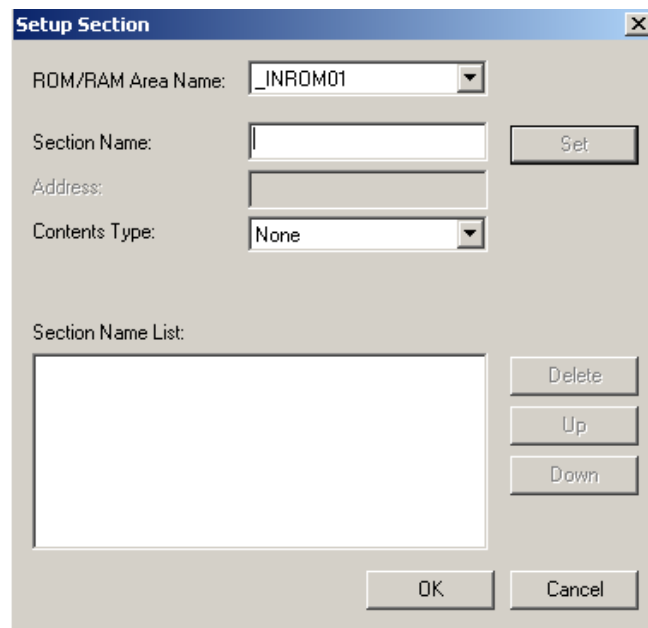
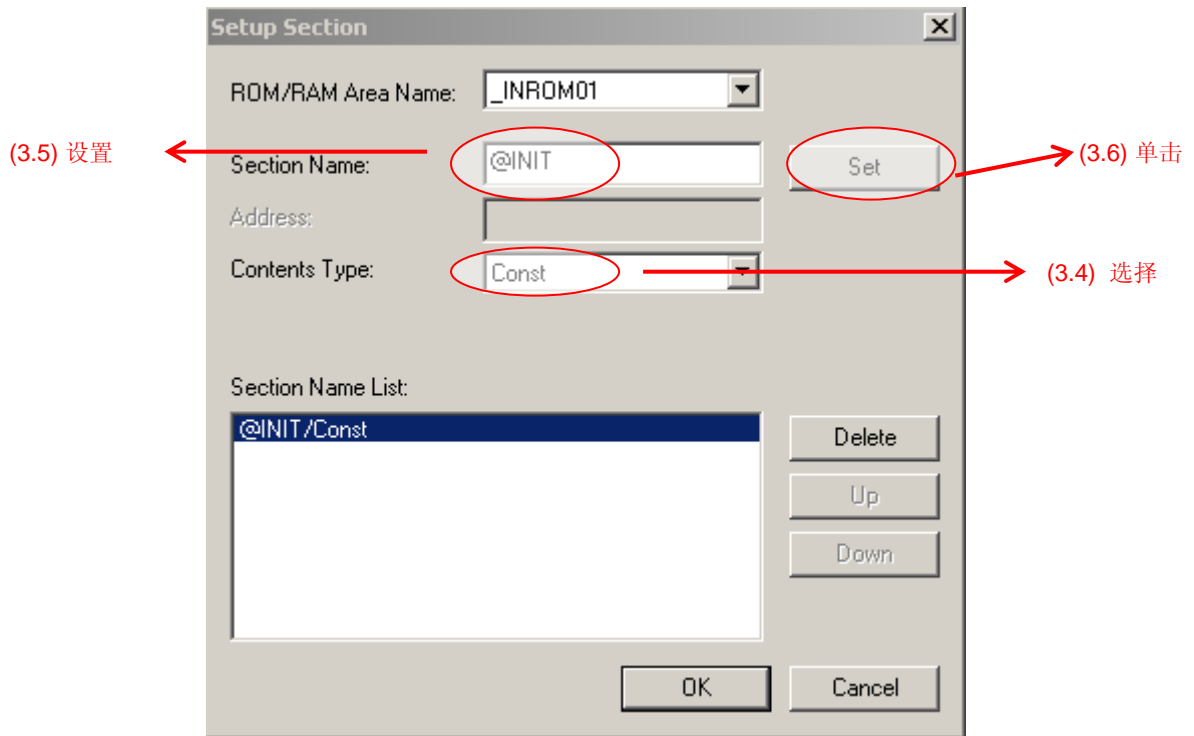
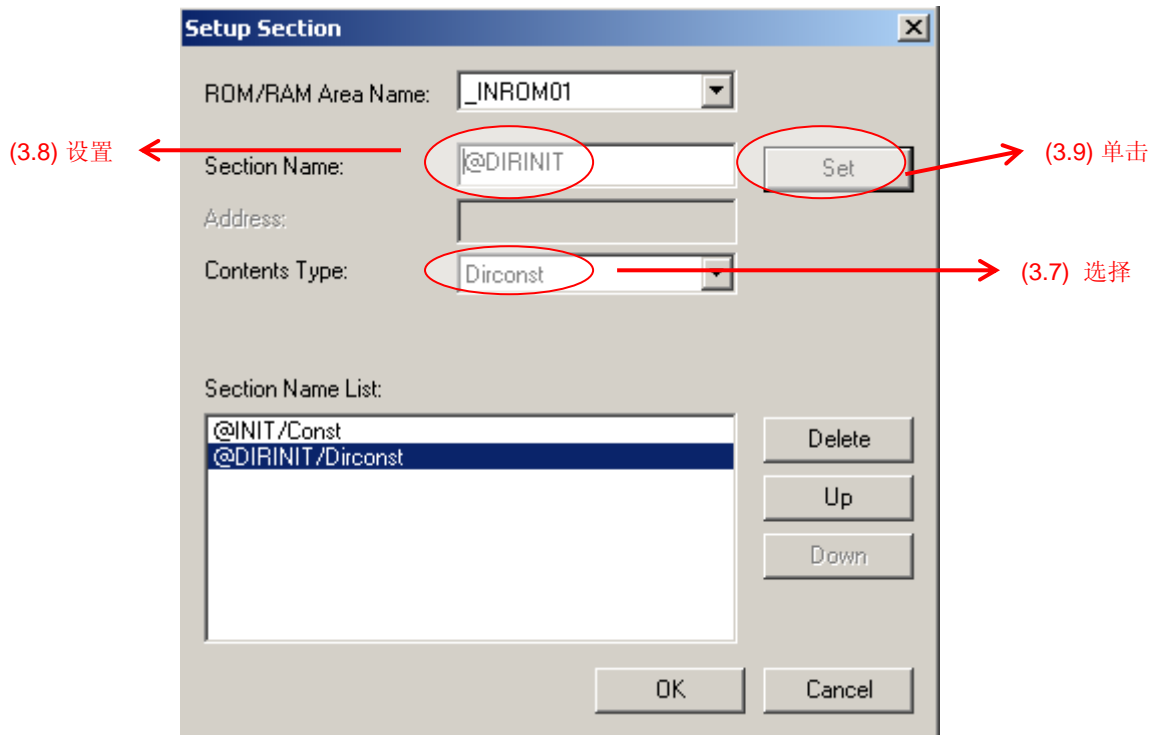

图 4-6：设置窗口
图 4-7: 设置 Const 部分
图 4-8: 设置 Dirconst 部分
(3) 修改MCU后，之前的设置将被清除，因此用户需要重新设置。选择“Project/Setup Project.../Linker”，在“Category”中设置“Disposition/Connection”。选择“_INROM01”，单击“Set Section...”，弹出图 4-6 所示的对话框。然后，按照图 4-7 和图 4-8 进行设置。